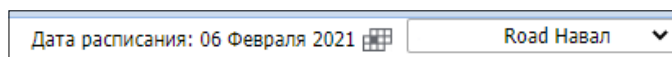

Рисунок 8. Активное окно
1. Рабочее пространство. Позволяет выбрать дату и распределительный центр, для которых необходимо запланировать заказы. (Рисунок 8. Активное окно);